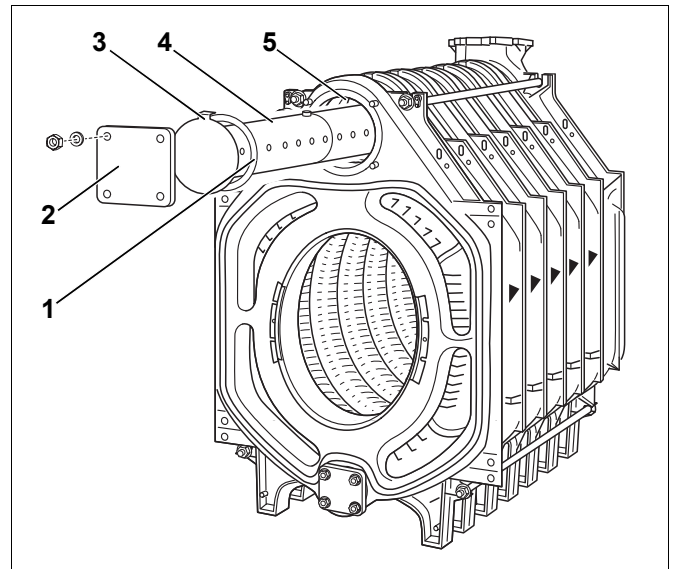

Fig. 24 Montaggio del tubo d'alimentazione
Il tubo di alimentazione (fig. 24, [4]) delle caldaie a 10–12 elementi è composto da 2 parti.
- ▶ Inserire la guarnizione piatta sul tubo d'alimentazione (fig. 24, [1]).
- ▶ Chiudere con la flangia cieca (fig. 24, [2]).
- ▶ Prestate attenzione, che la camma (fig. 24, [3]) della piastra di chiusura del tubo d'alimentazione si inserisca nell'incavo del mozzo superiore della caldaia (fig. 24, [5]).